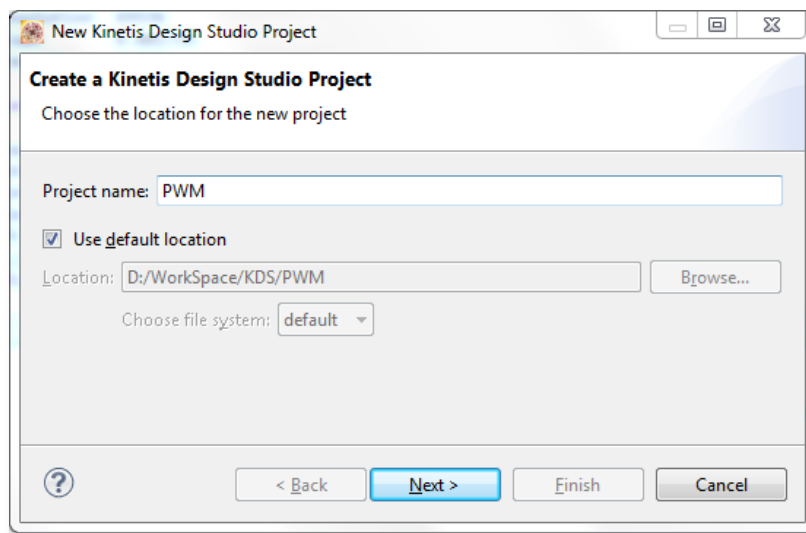

图 58 工程设置向导
2. 出现工程向导界面如图 58，输入工程名并点击“Next”。